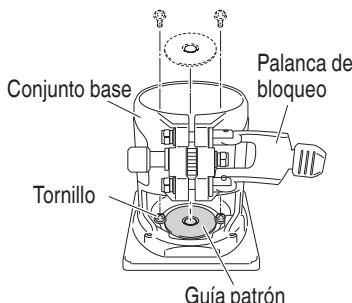

Fig. 15
- (1) Retire el conjunto de la base de la unidad principal.
- (2) Instale la guía de la plantilla en la parte empotrada del conjunto de la base y fíjela con dos tornillos. (Fig. 15)